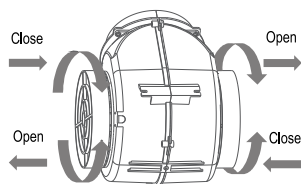

Рисунок 12
- Для отсоединения угольного фильтра, следует сначала снять жирославливающий фильтр. См. рисунок 12.